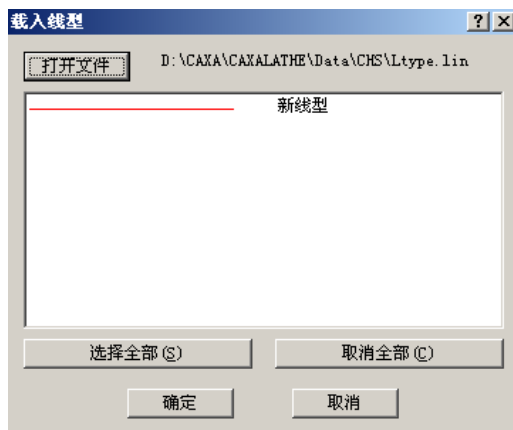

图 5-41 载入线型对话框
(1) 在设置线型对话框中单击【定制线型】、【加载线型】按钮，进入【载入线型】对话框。
(2) 单击【打开文件】按钮，选取线型文件（后缀为\*.lin）后，对话框内列出该文件中的所有线型，如图 5-41 所示。可用鼠标左键选取所需线型，也可以利用【选择全部】按钮选择全部